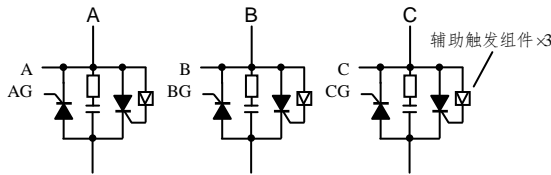

图 26: C7 半控接线。如果反并二极管则无需辅助触发组件。
2. C2、C8 型三相触发器采用传统触发方式，需要接同步信号线。触发有极性，请严格参照前文图 26~图 27 接线图接线。C8 类型能自动适应相序，只要接线无误即可正常工作，无须理相；